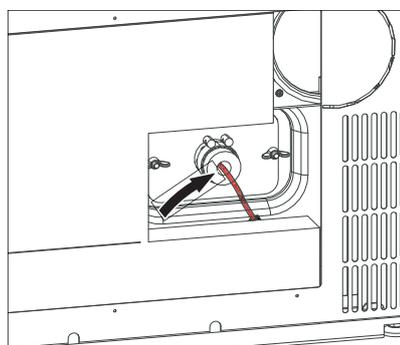

Fig. 56 Débrancher le câble du dépoussiéreur (uniquement pour les chaudières à pellets avec dépoussiéreur électrostatique intégré)
- ▶ Débrancher le câble au niveau du dépoussiéreur (uniquement pour les chaudières à pellets avec dépoussiéreur électrostatique intégré) – Fig. 56.